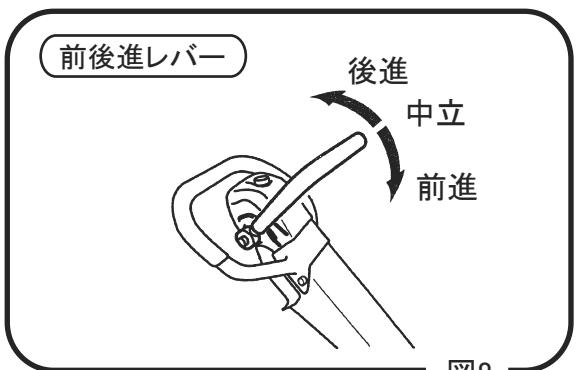

図8
- 2 前後進レバーを操作して、本機を前後進させます。走行レバーを前に倒すと前進、後ろに引くと後進し、中立の時はその場で振動します。(図8)